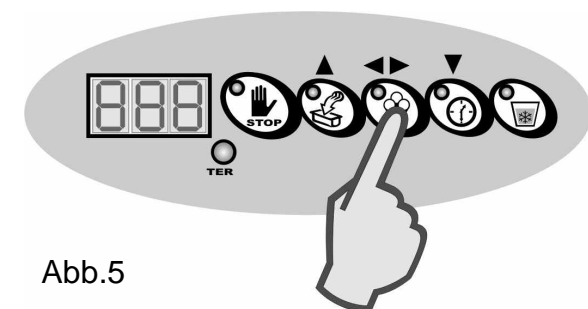

Abb.5
- Dann drücken Sie die Taste Bestätigen, um den neuen Produktionszyklus Granita zu starten (Abb.5).